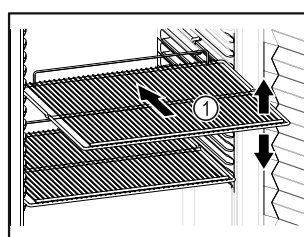

Fig. 30 Représentation à titre d'exemple
- Lorsque les grilles de support Fig. 30 (1) peuvent être déplacées, changez leur position en fonction de la hauteur des aliments.